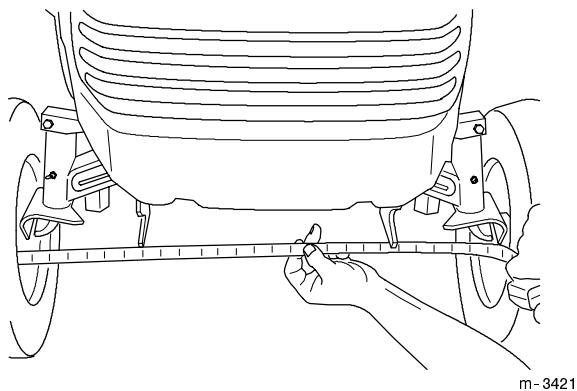

Figure 43
Le maintien d'un pincement correct des roues avant est important pour la sécurité, le fonctionnement du ralentissement automatique (Smart Turn) et la facilité d'emploi. Un réglage peut être nécessaire si les pneus s'usent de manière irrégulière, s'ils abîment la pelouse ou si la direction est dure. Contrôler le pincement toutes les 100 heures de service ou une fois par an, selon ce qui se présente en premier (Fig. 43).
4. Mesurer la distance entre les deux pneus avant à la hauteur des fusées, à l'avant et à l'arrière des roues (Fig. 43).